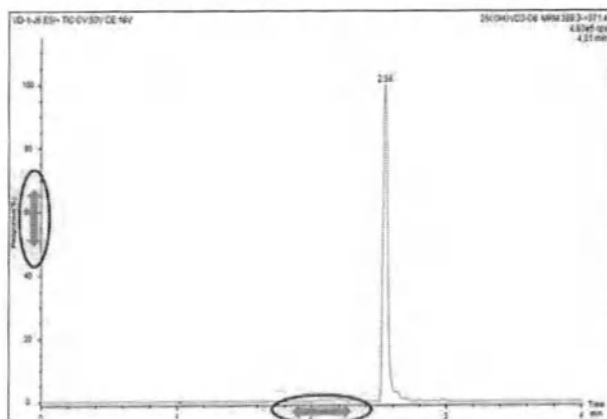

Рисунок 5.33. Интерфейс функции настройки масштаба спектра.
1. Увеличение или уменьшение масштаба спектра (рисунок 5.33.)